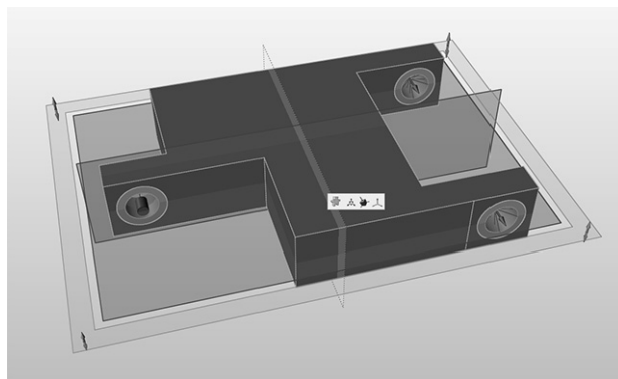

图 5-53
6) 右击并拖曳模型，使其重新调整至如图 5-53 所示的位置，然后双击其中一个红色对称平面激活对称工具。